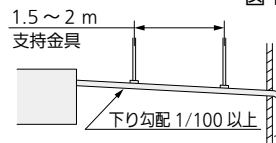

図14
- 下り勾配は(排水側を下に)1/100以上とってください。(図14)